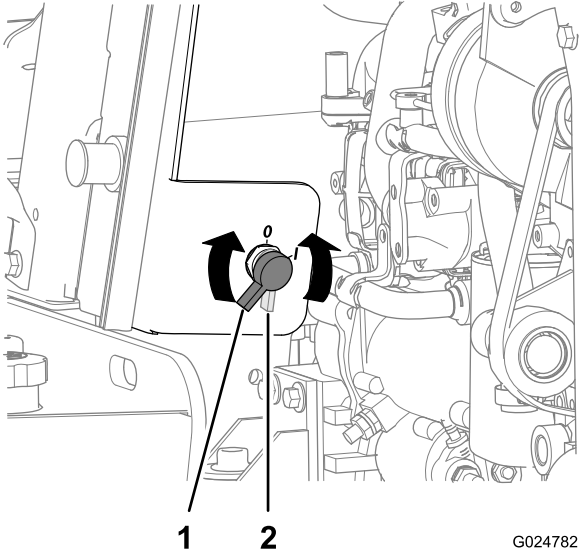

Figura 80
2. Collegate il cavo positivo del caricabatteria al morsetto positivo della batteria (Figura 80).
2. Ruotate l’&interruttore di scollegamento della batteria in senso antiorario in posizione Off (Figura 80).
8. Ruotate l’&interruttore di scollegamento della batteria in senso orario in posizione On (Figura 80).